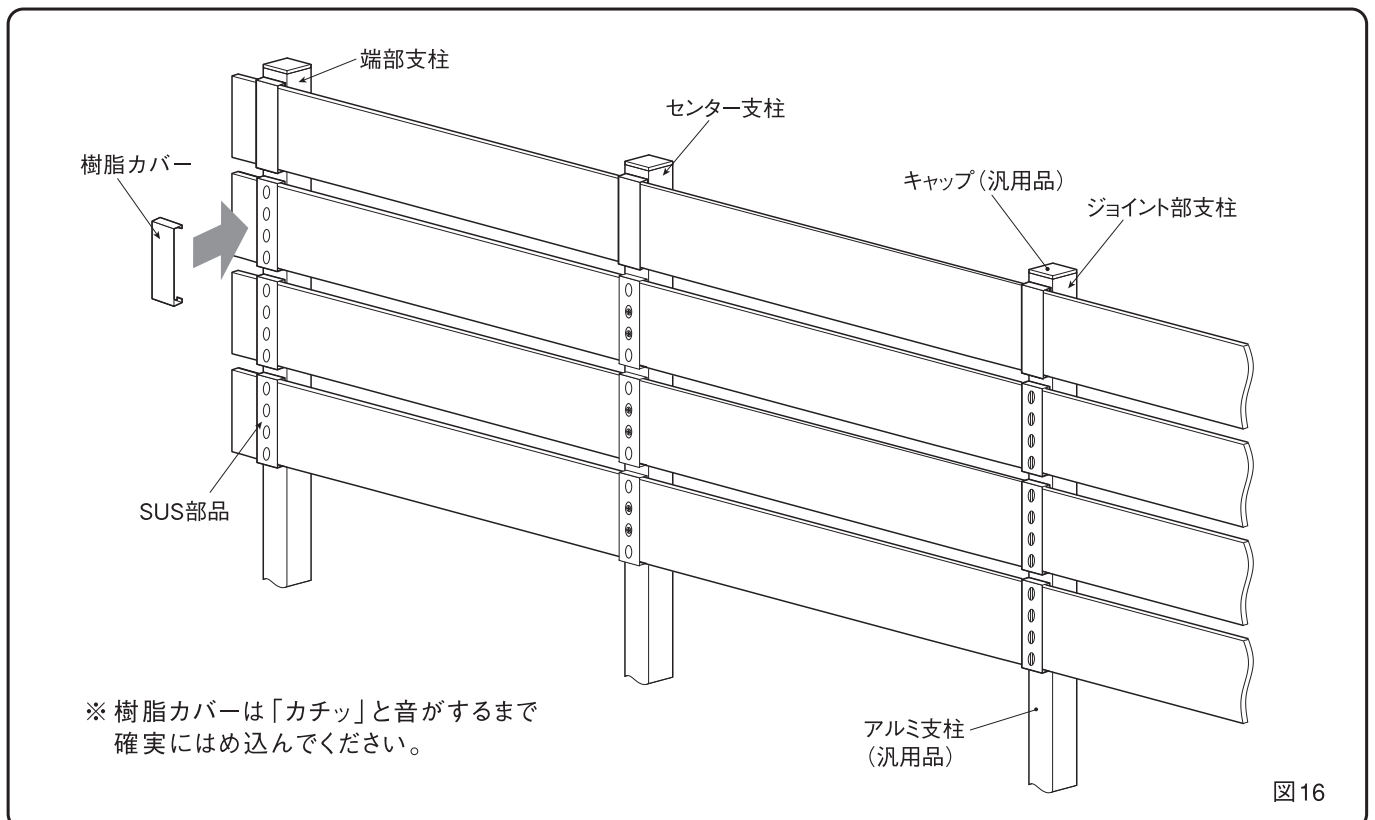

図16
- ⑤ 最後に、SUS部品に樹脂カバーを取付けます。(図16参照)
- ⑨ 最後に、SUS部品に樹脂カバーを取付けます。(カチッと音がするまで確実にはめ込んでください) (図16参照)